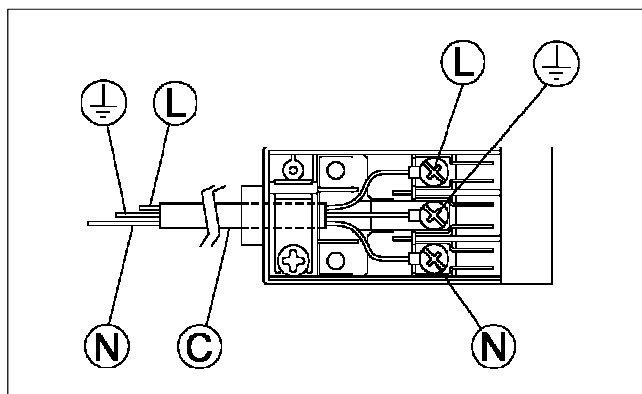

FIG. 5
- Installez les câbles comme indiqué sur la Fig. 5, où :